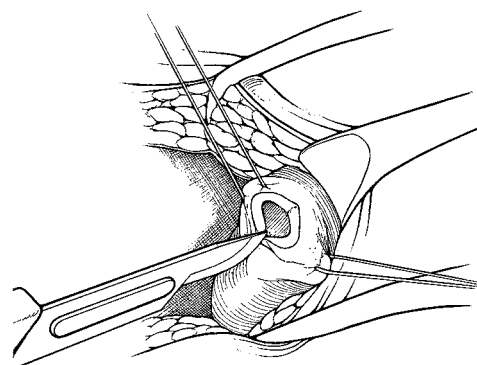

Figure 4-4. Effectuez une corporectomie
6. Effectuez une incision dans l'un des corps caverneux (**figure 4-4**).